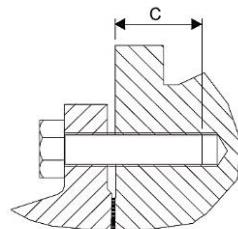

Рис. 7 | Длина ввинчивания С
- › Винты по ISO 4014 (см. рис. 7 и таблицу 3)